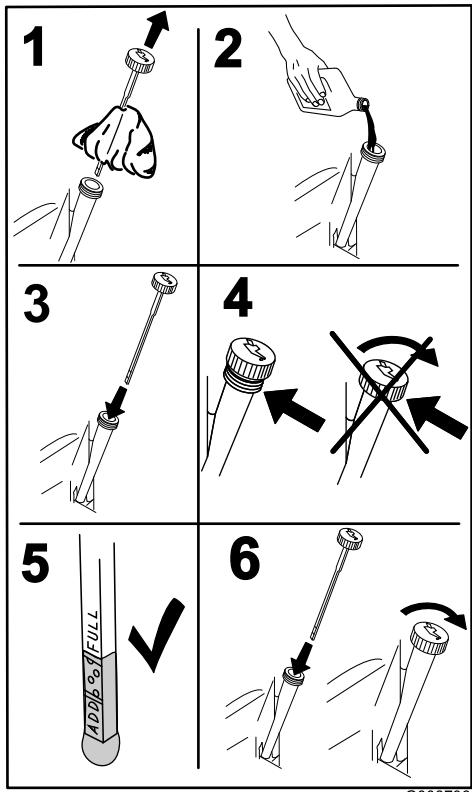

Bild 38
4. Nehmen Sie den Peilstab heraus und wischen Sie ihn mit einem sauberen Lappen ab (**Bild 38**).